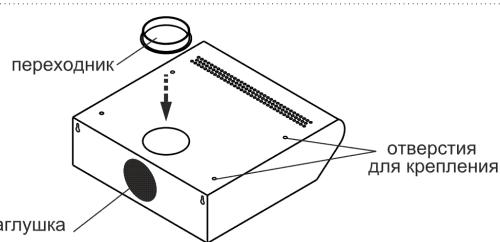

рис. 6
- зафиксируйте переходник в верхнем положении (рис. 6);
- заглушкой (рис.6) закройте отверстие на задней стенке изделия;
- разместите и просверлите четыре отверстия в полке (к которой крепите вытяжку), согласно отверстиям для крепления на верхней панели корпуса вытяжки (рис.6);